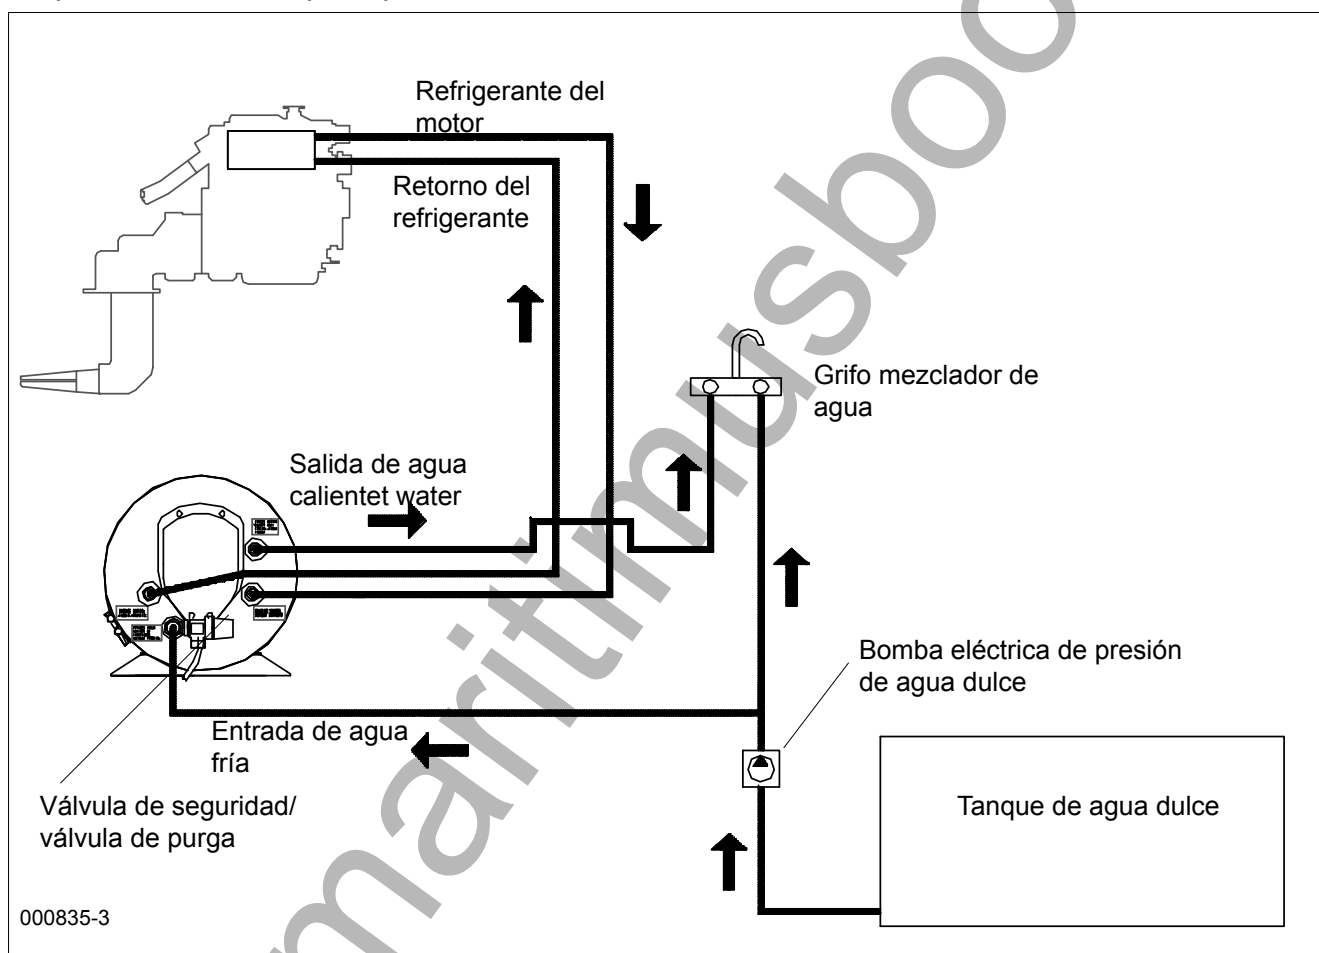

Fig. 1
El calentador de agua puede colocarse en cualquier lugar del barco, siempre y cuando las conexiones del intercambiador de calor del motor estén por debajo del depósito de agua de refrigeración del motor (Fig. 1). Es mejor si las mangueras entre el motor y el intercambiador de calor son lo más cortas posibles para que las pérdidas de calor y caudal sean mínimas. En muchas instalaciones, el intercambiador de calor del tanque se conecta simplemente en serie con el circuito de refrigerante del motor. En algunas instalaciones, se conecta en paralelo con un limitador/desviador de caudal.
4.3 Conexiones al motor (véase el esquema eléctrico, fig. 1):
4.4 Conexiones de agua dulce (véase el esquema eléctrico, fig. 1):